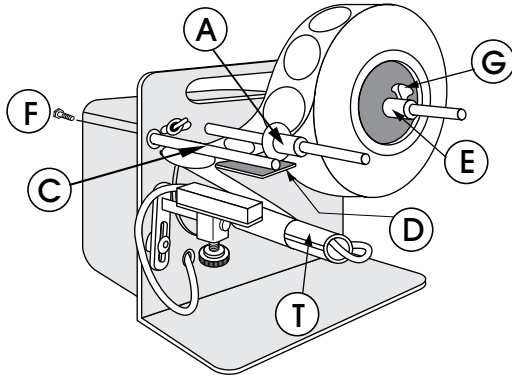

Figure 3
8. Distribution adéquate : L'étiquette doit se détacher de la bande de papier et le capteur photoélectrique doit détecter le bord avant de l'étiquette, entraînant ainsi l'arrêt du moteur. Si le bord de l'étiquette avance sans être détecté, vous devez alors changer la direction dans laquelle l'étiquette avance. Desserrez la vis d'assemblage à six pans creux (F) à l'aide de la plus grande clé Allen fournie et inclinez-la (D) vers le haut ou vers le bas jusqu'à ce que l'étiquette atteigne correctement le capteur. Serrez la vis. (Voir Figure 3)